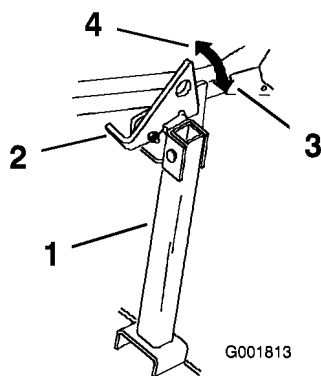

Bild 29
- Heben Sie den Riegel in die entsicherte Stellung an (Bild 29).